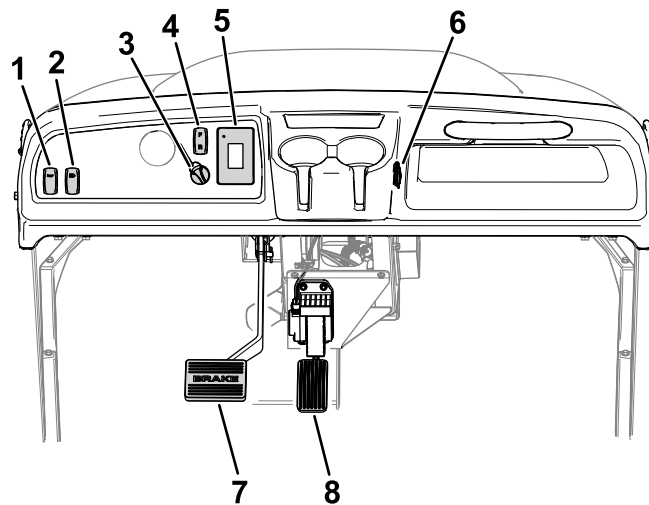

Figura 5
**Nota:** El volante se ha eliminado de Figura 5 para mayor claridad.
El selector de dirección (Figura 5) tiene 2 posiciones: ADELANTE y ATRÁS.
Pulse el interruptor del claxon (Figura 5) para hacer sonar el claxon.
Utilice el interruptor de luces (Figura 5) para encender los faros. Presione el interruptor de luces hacia arriba para encender los faros. Presione el interruptor de luces hacia abajo para apagar los faros.
Utilice el puerto USB (Figura 5) para alimentar dispositivos móviles.
Utilice el interruptor de encendido (Figura 5) para arrancar y apagar la máquina o para poner la máquina en el modo de TRANSPORTE.